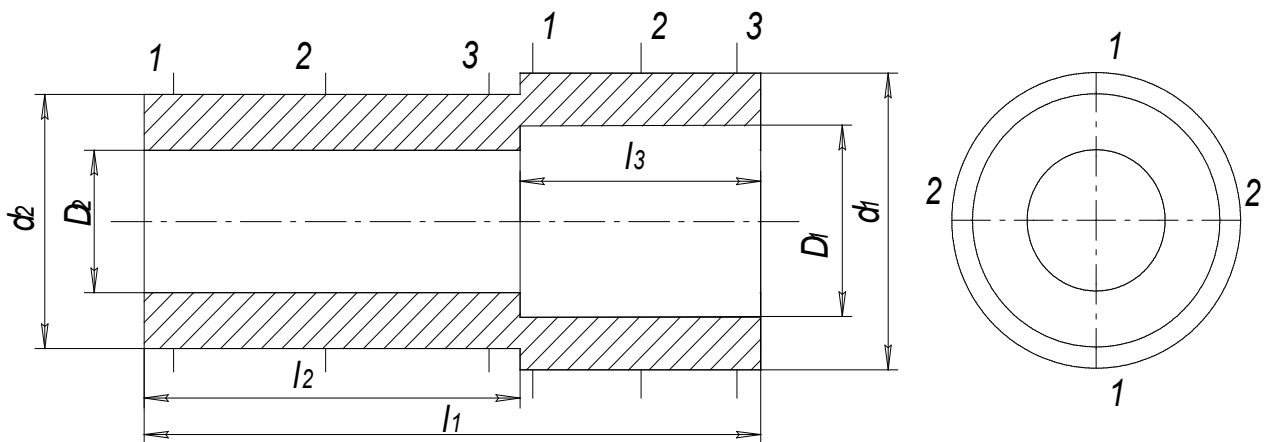

Рис. 1. Схема измерения
**Задание 2.** Измерить размеры заданной детали. Наружные размеры  $d_1$  и  $d_2$  измерять в трех сечениях (1, 2, 3, см. рис.1) и в двух взаимно перпендикулярных направлениях (1-1 и 2-2).